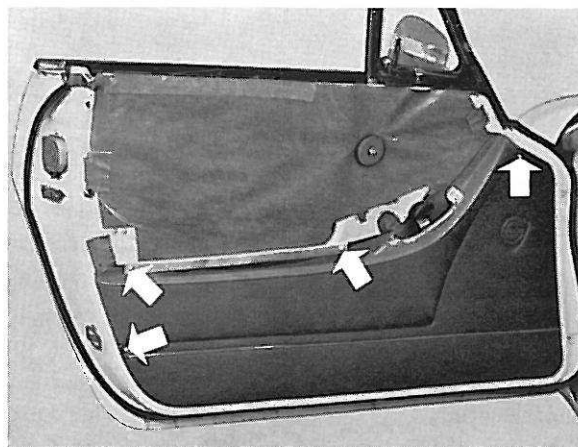

Figure 14. Vis de garniture inférieure de porte
4. Enlever ensuite les vis de fixation de la partie inférieure de la garniture (figure 14) et démonter cette dernière comme pour la partie supérieure. Déposer ensuite cette partie, qui entraîne avec elle l'accoudoir.